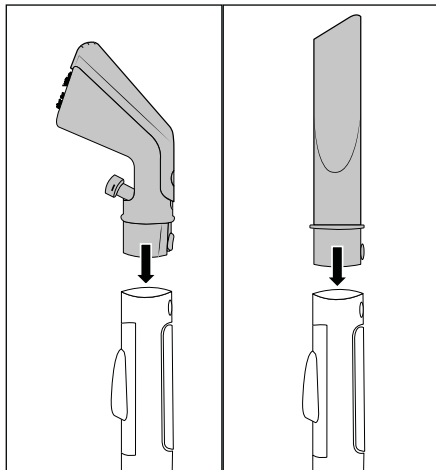

Bild 3
- ◆ Stick in textil- och möbelmunstycket **22** eller fogmunstycket **29** i produktens spray-/sugslang **19** så att låsknappen **25/32** snäpper fast (se bild 3).